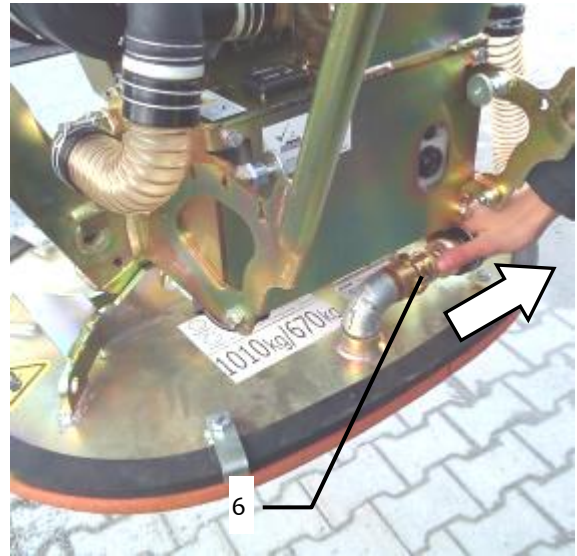

Fig. 7
- Para aumentar a capacidade de sucção para cargas muito porosas (placas de pedra), o acoplamento de troca rápida montado por padrão (6) pode ser desmontado da placa de sucção, para conectar a mangueira de vácuo diretamente na placa de sucção.
- Para isso, o acoplamento de troca rápida montado por padrão (6) deve ser removido na mangueira de sucção (→ Fig. 7 + 8).